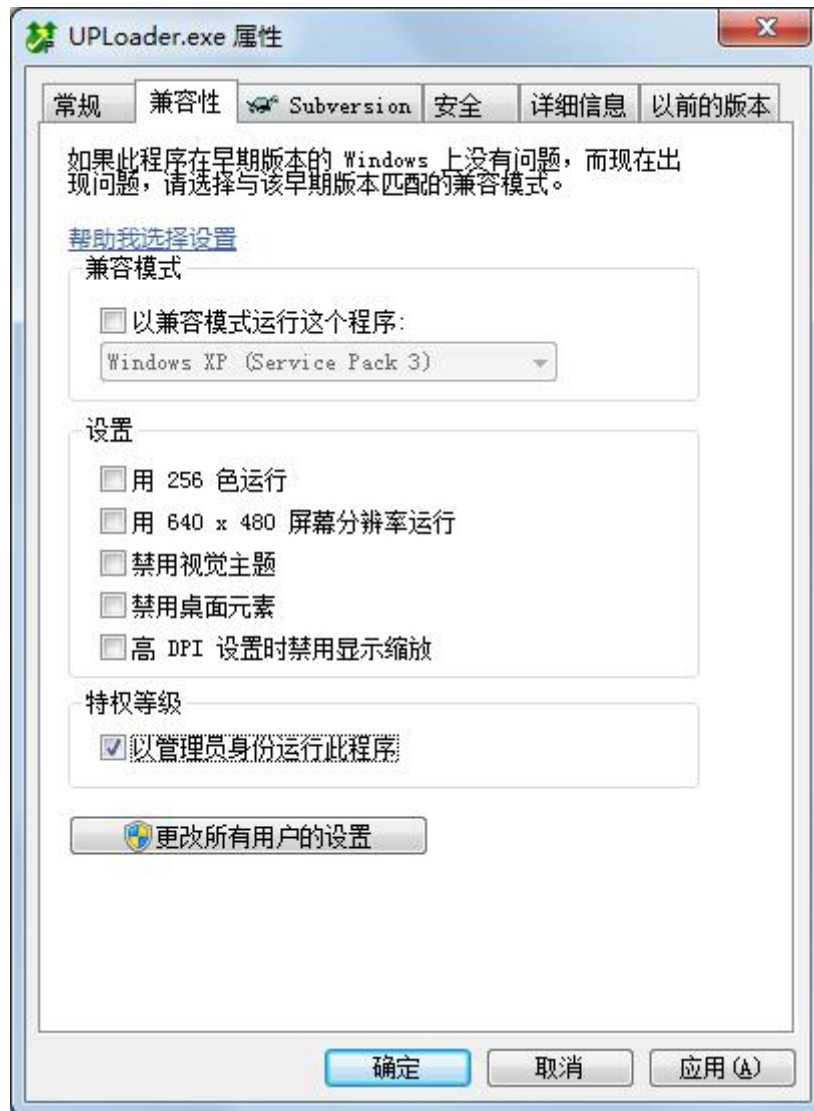

图 3-3-2 UPLoader 属性
- 上传不成功的话，可以直接运行 UPLoader.exe，仍然不行的话，可以右击 UPLoader.exe，兼容性的特权等级，勾选以管理员身份运行此程序，如下图 3-3-2 所示：